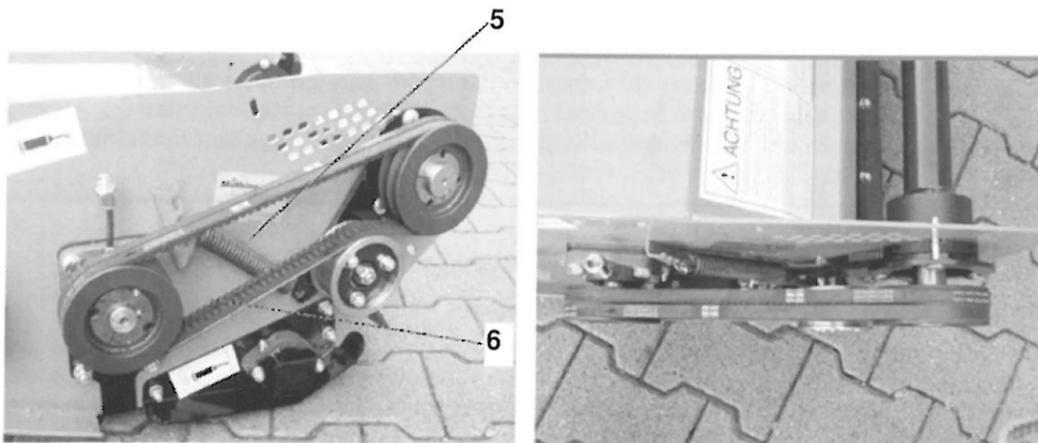

Abbildung 9: federunterstützte Spannvorrichtung
- Spannen Sie die **Feder (5)** der Spannvorrichtung über die **Spannschraube (6)** so weit, dass diese sich leicht auseinander zieht.
- Prüfen Sie nun, ob beide Keilriemenscheiben **exakt parallel** zur Seitenplatte verlaufen. Legen Sie dazu eine Wasserwaage (siehe Abbildung 9) an beide Scheiben, diese muss beide Scheiben an vier Stellen gleichzeitig berühren.